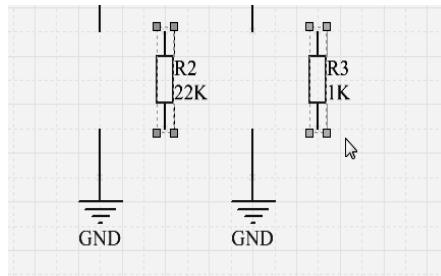

图 4-1-70 移动电阻 R2 和 R3 到新位置
③ 移动鼠标，移动过程中电阻 R2 和 R3 会附着在十字形指针上。当鼠标指针移至合适的位置时，单击确认新位置，如图 4-1-70 所示。在空白处单击，取消选中状态。